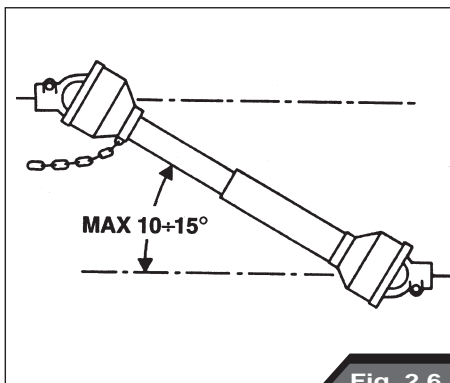

Fig. 2.6
- Disinserire, sempre, la presa di forza quando l'albero cardanico fa un angolo troppo aperto, mai oltre i $10 \div 15$ gradi (Fig. 2.6).